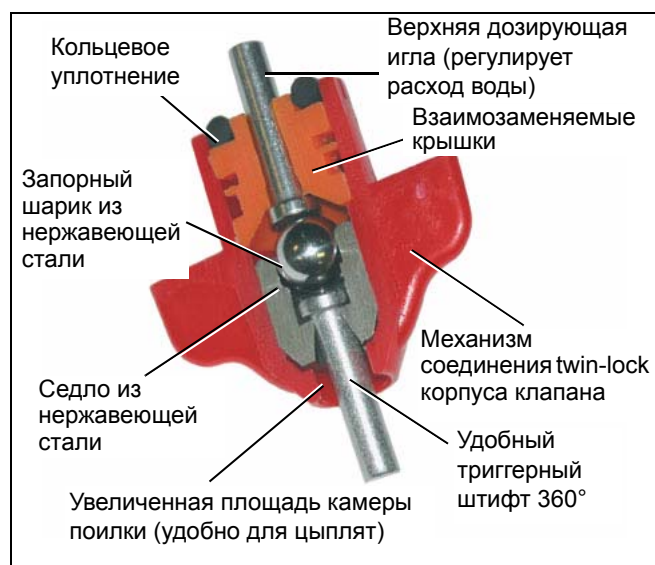

Рисунок 2A Twin-Lock
10. Система Cumberland оснащена трубопроводами ABS со светоизолирующими присадками, которые предотвращают проникновение света (который может способствовать росту водорослей). (см. рисунок 2A и рис. 2B.)